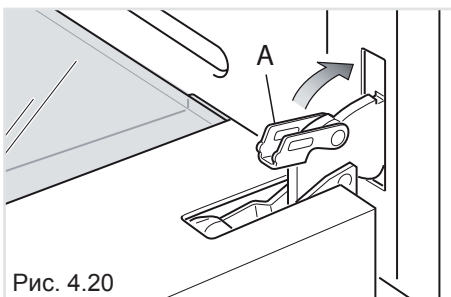

Рис. 4.20
- Полностью откройте дверцу духового шкафа и замкните рычаг «A» на левом и правом шарнирах (Рис. 4.20).